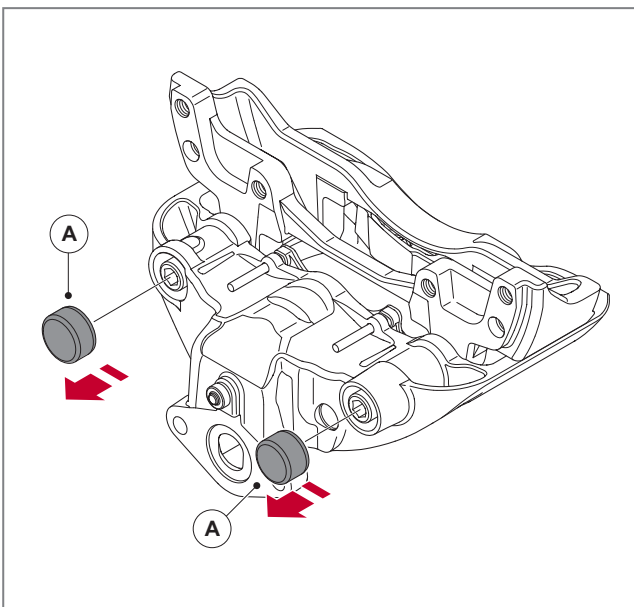

Abb. 56 - Schutzkappen entfernen
2. Verwenden Sie einen kleinen Hammer und einen Meißel, um die Schutzkappen (A) des Fest- und Loslagers zu entfernen, *siehe* ► *Abb. 56*. Die Schutzkappen sind nicht wiederzuverwenden.